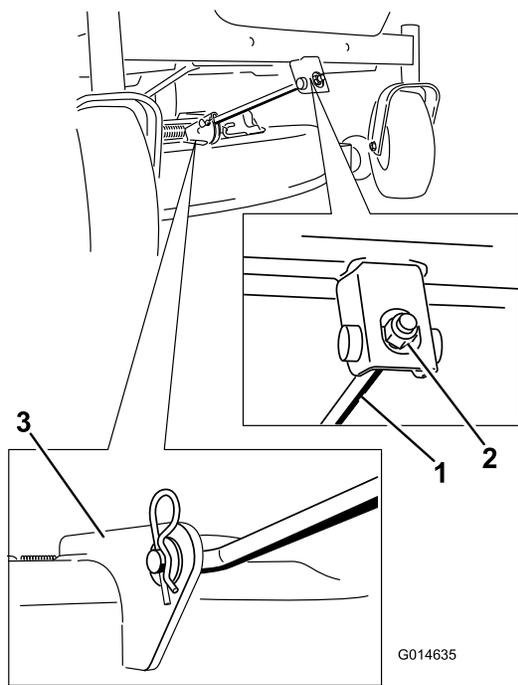

Figure 54
4. Retirez la goupille fendue de la tige de support avant et déposez la tige du support de tablier (Figure 54).
- 6. Fixez la tige de support avant au tablier de coupe à l'aide de l'axe de chape et de la goupille fendue (Figure 54).